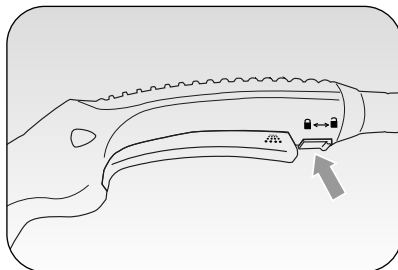

Fig. 4
Om te voorkomen dat u per ongeluk stoom spuit, moet u de vergrendeling/ontgrendeling (B) van onder naar boven schuiven (☐) om de stoomknop te ontgrendelen en van boven naar onder (☐) om de knop te vergrendelen (Fig. 4).